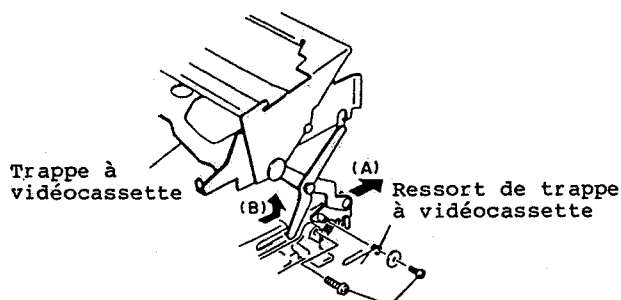

Fig. 2-53
5. Retirer deux (2) vis de fixation immobilisant la trappe à vidéocassette et le ressort de trappe à vidéocassette. (Se reporter à la figure 2-53)
7. Déplacer le bras avant de trappe à vidéocassette dans la direction indiquée par la flèche (A). (Se reporter aux figures 2-53, 2-54)
8. Déplacer le bras arrière de trappe à vidéocassette dans la direction indiquée par la flèche (B). (Se reporter aux figures 2-53, 2-54)